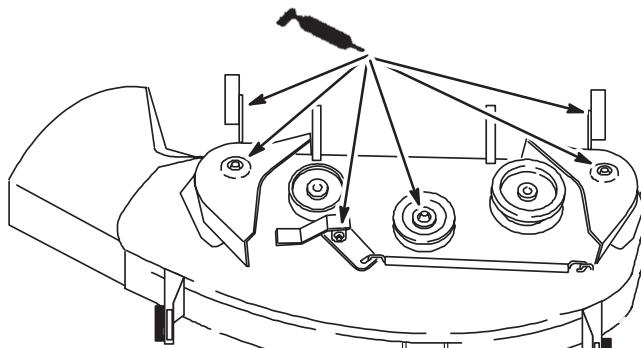

Bild 25
1. Schmieren Sie die Messerspindeln, den Spannscheibenarm und die Lager der Radstelze (Bild 25).